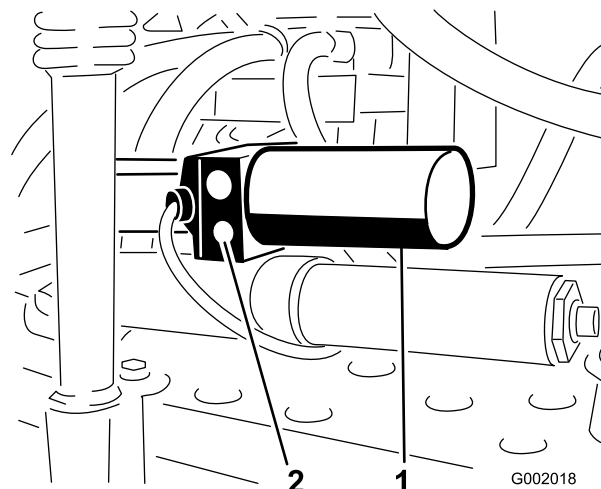

Figura 70
1. Coloque a válvula de descarga manual no accionador para cada rampa. A válvula de descarga manual é a válvula de descarga mais pequena e encontra-se num dos lados do corpo do accionador (Figura 70).